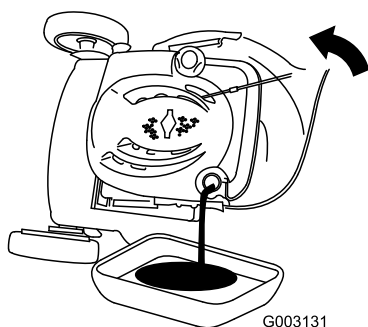

Figura 35
7. Inclinate la macchina sul fianco, con il tubo di riempimento dell'olio in basso, per vuotare l'olio usato attraverso il tubo di riempimento in una bacinella di spurgo (Figura 35).